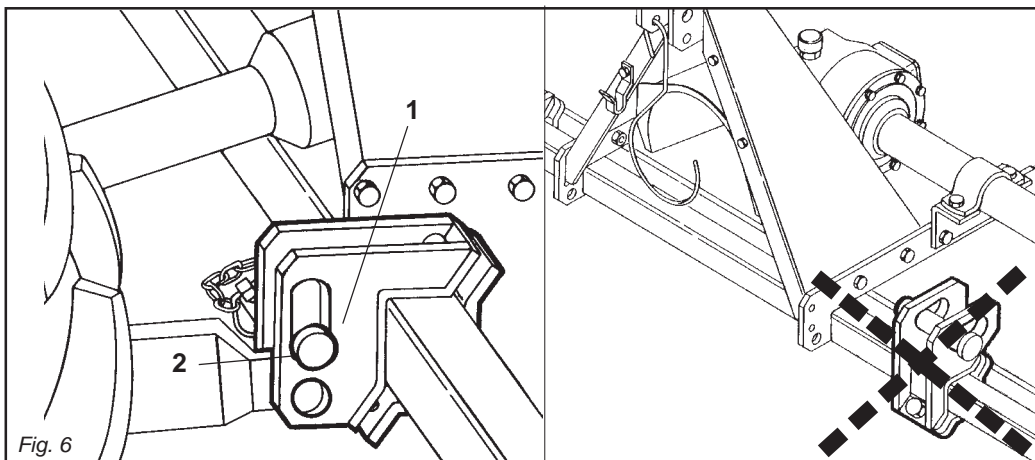

Fig. 6
In base alle dimensioni specifiche di questi 2 tipi di attacchi dei trattori è necessario determinare la posizione più favorevole della macchina spostando opportunamente sul tubo quadro le piastre (1 Fig. 6) e inserendo i perni (2 Fig. 6) nei fori corrispondenti al giusto diametro delle parallele del trattore.
Depending on the precise dimensions of these two types of hitches, find the best position for the machine by moving the plates (1 Fig. 6) along the square tubular and inserting the pin (2 Fig. 6) in the holes corresponding to the correct diameter for the tractor's parallel arms.
Der Anbau der Maschine am Schlepper erfolgt nur dann, wenn die Maschine am Boden steht, und zwar auf ebenem Gelände. Alle Maschinen können an jedem beliebigen Schlepper mit Universal-Dreipunktaufhängung der 1. und 2. Kategorie angebaut werden. Aufgrund der spezifischen Abmessungen dieser beiden Schlepperanschlüsse kann man die günstigste Position der Maschine festlegen, indem man die Platten (1 Abb. 6) auf dem Vierkantrohr verschiebt und die Bolzen (2 Abb. 6) in die entsprechenden Bohrungen mit dem richtigen Durchmesser auf dem Schleppergestänge einsteckt.
En fonction des dimensions spécifiques de ces deux types d'attelages des tracteurs il faut déterminer la position la plus favorable de la machine en déplaçant, sur le tube carré, les plaques (1 Fig. 6) et introduire les axes (2 Fig. 6) dans les trous correspondant au bon diamètre des parallèles du tracteur.
En relación a las dimensiones específicas de estos dos tipos de enganche de los tractores hace falta determinar la posición más favorable de la máquina desplazando oportunamente en el tubo cuadrado las placas (1 Fig. 6) e introduciendo los pernos (2 Fig. 6) en los orificios correspondientes al correcto diámetro de las paralelas del tractor.
Le piastre (1 Fig. 6) vanno montate sempre e solo come mostrato in Fig. 6 con i fori posizionati anteriormente al tubo quadro.
- 1 - Accostare le parallele del sollevatore ponendole all'interno delle piastre (1 Fig. 6), inserire il perno (2 Fig. 6) nel foro predisposto e bloccare con le copiglie a scatto.
The plates (1 Fig. 6) must always and only be mounted as shown in Fig. 6 with the holes towards the front of the square tubular.
- 1 - *Near the lift bars, setting them in the most suitable plates (1 Fig. 6). Insert the pin (2 Fig. 6) into the relative hole and lock in place with the snap-in split pins.*
Die Platten (1 Abb. 6) dürfen nur und ausschließlich so montiert werden, wie es in Abb. 6 gezeigt ist, nämlich mit den Bohrungen, die vor dem Vierkantröhr angeordnet sind. Der Hersteller haftet nicht für die Beschädigung der Maschine oder des Schleppers infolge der Nichtbeachtung dieser Angabe.
- 1 - Die Lenker des Krafthebers annähern und in die am besten geeigneten Platten schieben (1 Abb. 6). Den Bolzen (2 Abb. 6) in das Loch stecken und mit dem einrastenden Splint blockieren.
Les plaques (1 Fig. 6) doivent obligatoirement être montées comme illustré dans la Fig. 6 en utilisant les trous placés à l'avant du tube carré.
- 1 - *Approchez les barres du relevage en les plaçant à l'intérieur des plaques les plus appropriées (1 Fig. 6), introduisez l'axe (2 Fig. 6) dans le trou correspondant et bloquez par les goupilles à encastrement.*
Las placas (1 Fig. 6) deben ser montadas siempre y solamente según lo indicado en la Fig. 6 con los orificios posicionados delante del tubo cuadrado. La firma constructora no es responsable de rupturas en la máquina o en el tractor originadas por falta de respeto de esta indicación.
- 1 - Acercar las barras del elevador poniéndolas dentro de las placas más indicadas (1 Fig. 6), introducir el perno (2 Fig. 6) en el orificio y bloquear con los pasadores de resorte.